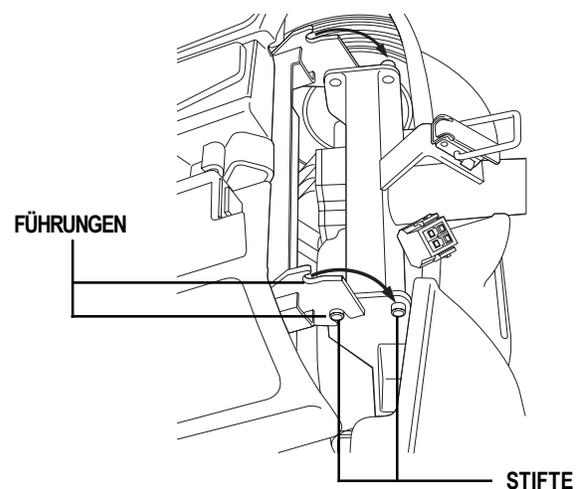

Abb. 21. Rahmenverriegelung
2. Vorderteil soweit hochheben bis die unteren Stifte nicht mehr in ihren Führungen sitzen. Siehe Abb. 21.
2. Lenker benutzen um das Vorderteil hochzuheben und um die unteren Führungen am Vorderteil mit den entsprechenden Stiften vorne am Heckteil auszurichten. Siehe Abb. 21.